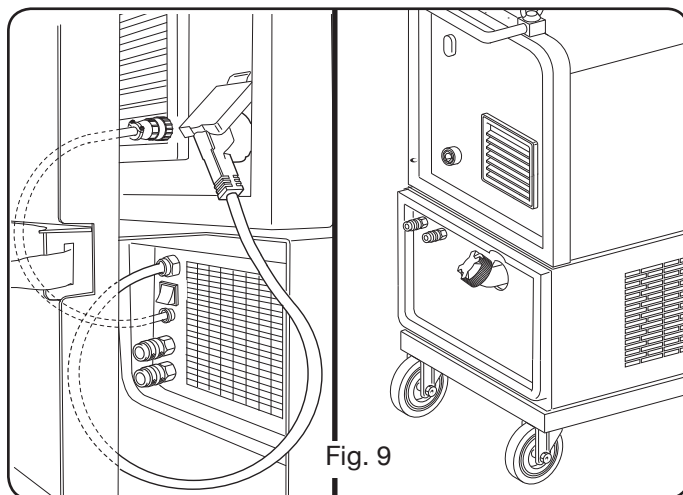

Fig. 9
3.5 MONTAGGIO DEL GRUPPO DI RAFFREDDAMENTO (ART. 1683 - FORNITO A RICHIESTA) (Fig 9).